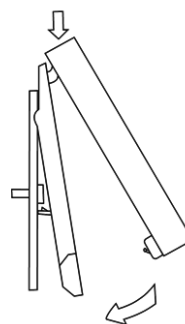

Fig. 24
- Una vez realizado la conexión, coloque el display sobre la trasera (Fig. 24)